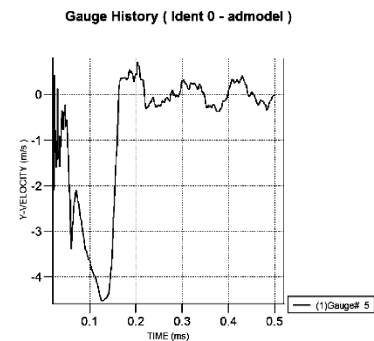

图 6-56 节点 5 显示设置效果
(9) 按照同样的方法，在【History Plots】对话框中单击【Single Variable Plots】，在对话框的左边选择 Gauge# 5，单击 ☒ 确定，得到铝板上的节点 5 在 Y 方向上的速度随时间的变化曲线，如图 6-56 所示。